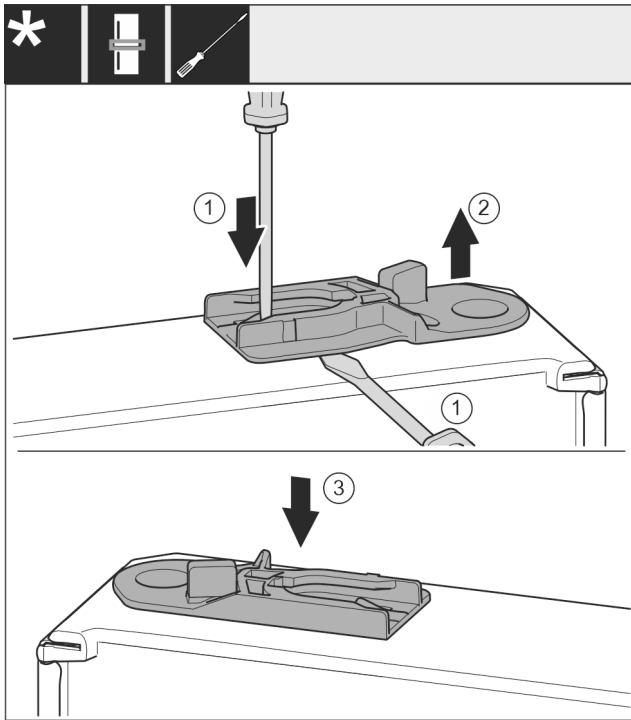

Fig. 48 *
- ▶ Führungsbuchse herausziehen: Lasche Fig. 48 (1) mit Schlitzschraubendreher drücken und gleichzeitig mit Schlitzschraubendreher unter Führungsbuchse Fig. 48 (2) fahren.*
- ▶ Im Lieferumfang beiliegende Führungsbuchse Fig. 48 (3) auf anderer Gehäuseseite einschieben.*